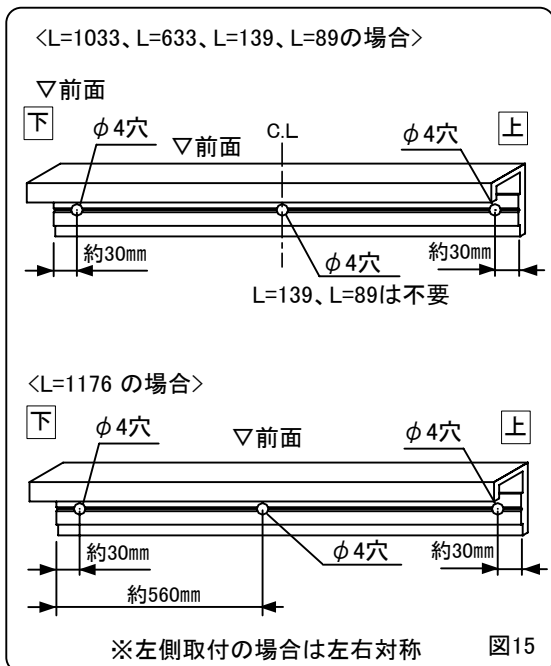

図15
- ②台輪高さが90mmの場合、見切り部材(L=139・白)を50mmカットしてください。
- ③見切り部材に取付用の穴を加工してください。(図15)